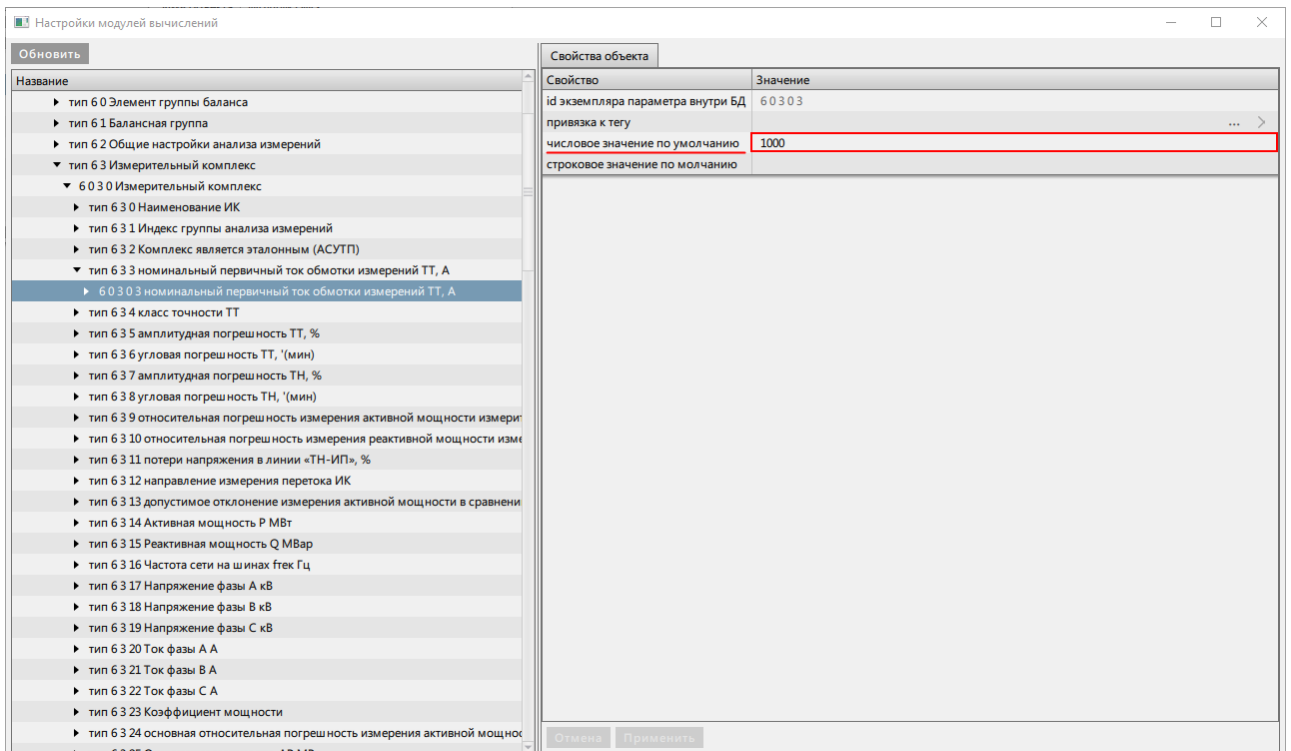

Рисунок 440 - Числовое значение по умолчанию
- Напротив строки **числовое значение по умолчанию** задайте значение или выберите его из выпадающего списка (Рисунок 440).